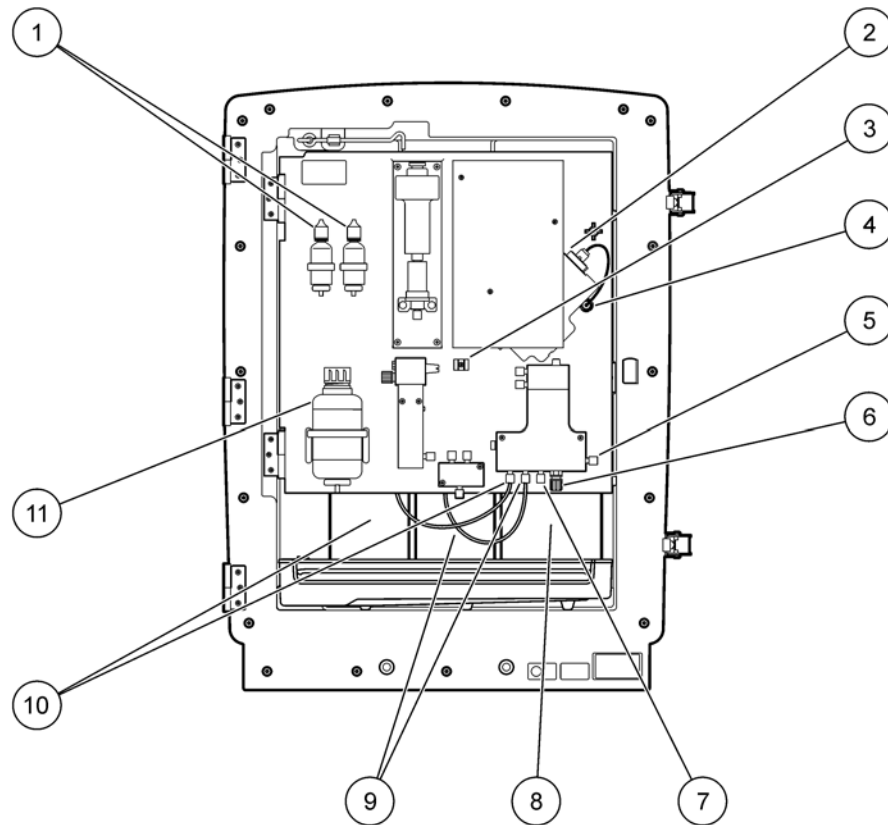

図 17 AMTAX sc の化学薬品と試薬 (詳細は 30 ページの表 3 を参照)
1. 装置の中に試薬容器を置きます (31 ページの 図 17)。